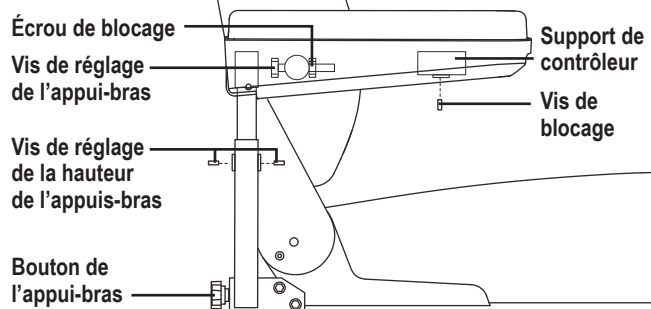

Figure 11. Réglages des appuis-bras et dossier
1. Repérez les deux boutons de réglage sur le support des appuis-bras. **Voir la figure 11.**
1. Relevez l'appui-bras perpendiculaire au plancher. **Voir la figure 11.**
1. Desserrez les vis de blocage sur les dos de chaque support d'appui-bras. **Voir la figure 11.**
2. Desserrez la vis de blocage sous l'appui-bras. **Voir la figure 11.**
11. Fixez le câble du contrôleur sur l'appui-bras avec des attaches pour câble. **Voir la figure 11.**